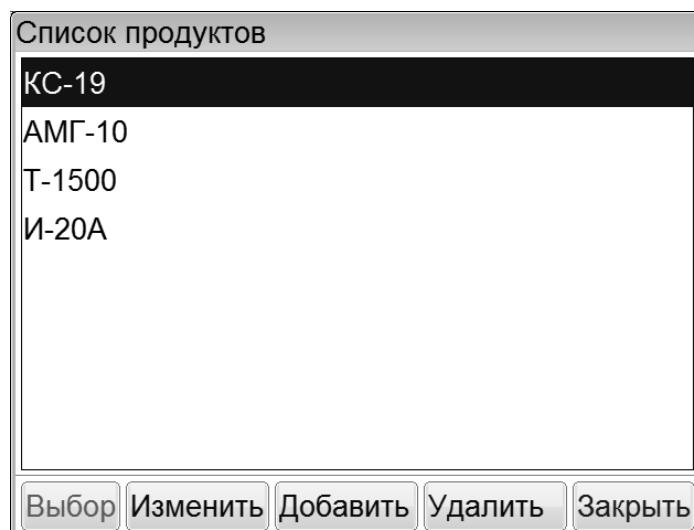

Рисунок 17 – Окно редактора списка
A.2.2 Редактор текста вызывается нажатием кнопок [Добавить] или [Изменить], расположенных в окне редактора списка (рисунок 17 на странице 21). При нажатии одной из этих кнопок открывается редактор текста и в поле ввода отображается значение текущего параметра, либо пустое поле при добавлении новой записи. Окно редактора текста показано на рисунке 18.